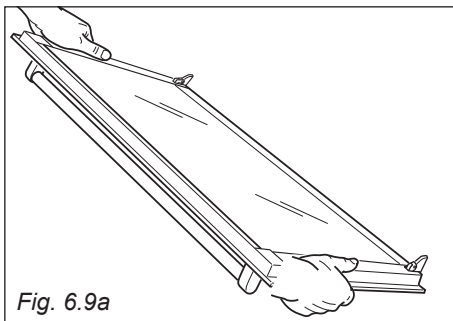

Fig. 6.9a
1. Hold the door firmly (fig. 6.9a).